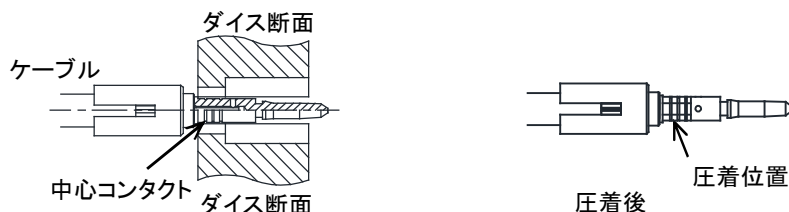

図3 中心コンタクトの圧着
- ・圧着ダイスの表面(図2の面[ハンドルを持った時の左側])を使用し、図3のようにケーブルの中心導体に差し込んだ中心コンタクトの根本を圧着して下さい。(図は参考としてBNCコネクタを記載しております)